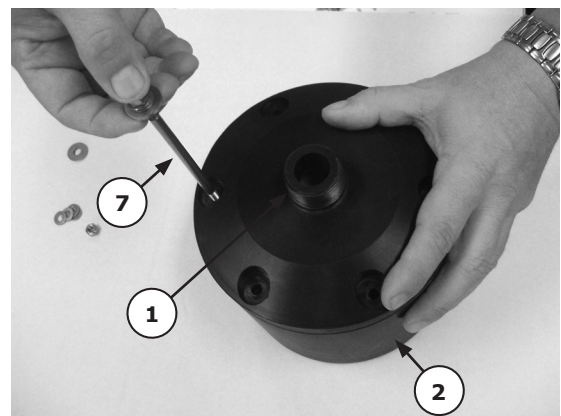

Abbildung 7
Drücken Sie die Haltestifte durch die Bohrungen des Luftbereichs (2) und das Flüssigkeitsgehäuse (1) (siehe Abbildung 7).